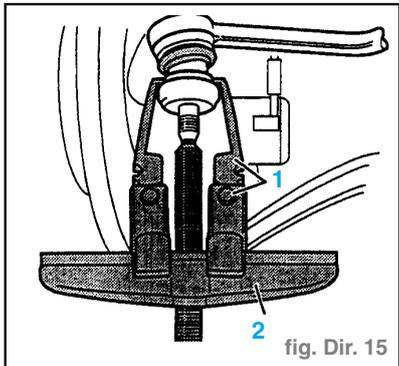
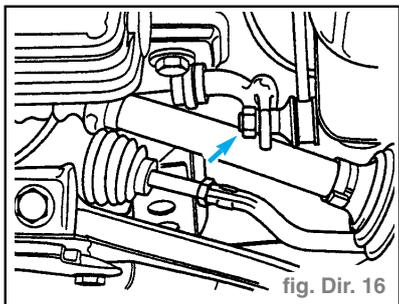

fig. Dir. 15
fig. Dir. 16
- Découler la barre de direction du levier de direction. (fig. Dir. 15)
- crochet (de modèle courant), p. ex. Kukko n°1-90 (1)
- décolleur (de modèle courant), p. ex. Kukko n°20-10 (2)
- Déposer les biellettes d'appui de la barre stabilisatrice. (fig. Dir. 16)